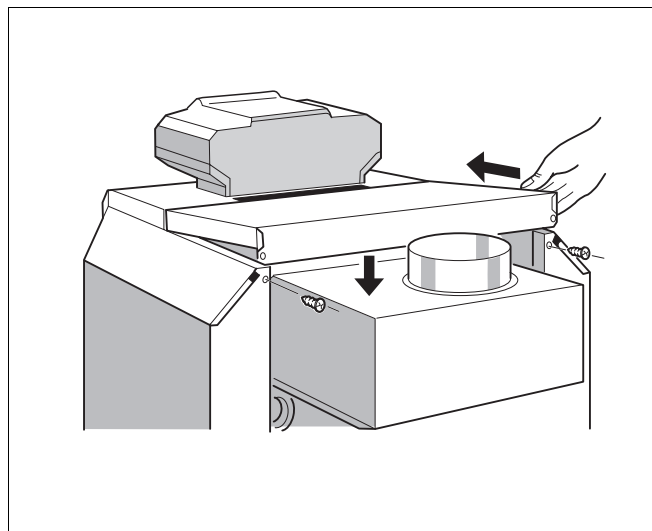

Fig. 19 Montarea capacului posterior al cazanului
- Introduceți capacul cazanului din spate sub capacul din față și în spate apăsați în jos (Fig. 19).